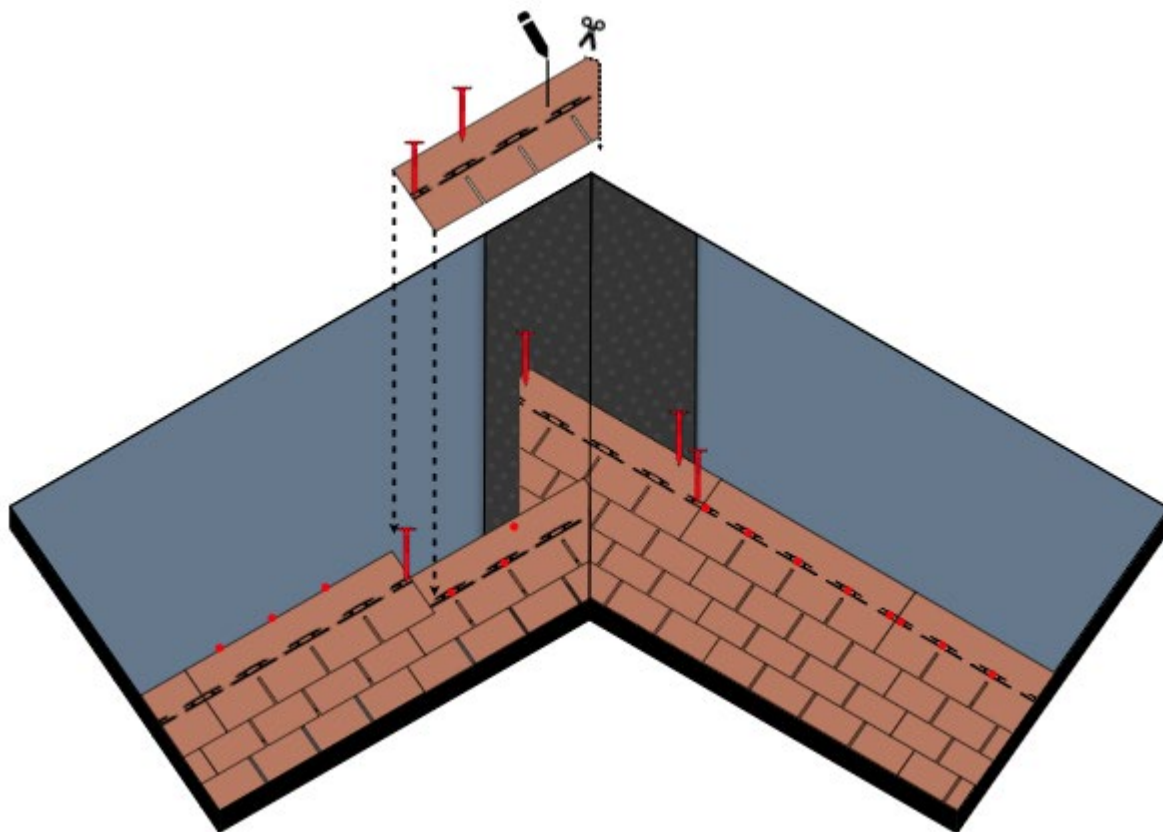

Fig. 13 – Posa tegole sul compluvio
- Una volta completata la prima falda per l'intera lunghezza del compluvio, passare alla falda adiacente. Iniziare la posa delle tegole dalla fila di partenza e proseguire per file successive. L'ultima tegola di ogni fila dovrà arrivare almeno fino all'asse di compluvio - Fig. 13.
al taglio delle tegole della seconda falda seguendo la linea di compluvio. Tagliare trasversalmente lo spigolo superiore di ogni tegola al compluvio, in modo da convogliare l'acqua discendente lungo l'asse del compluvio. Sollevare le tegole, una per volta e fissarle con del Bitustick – Fig. 13.